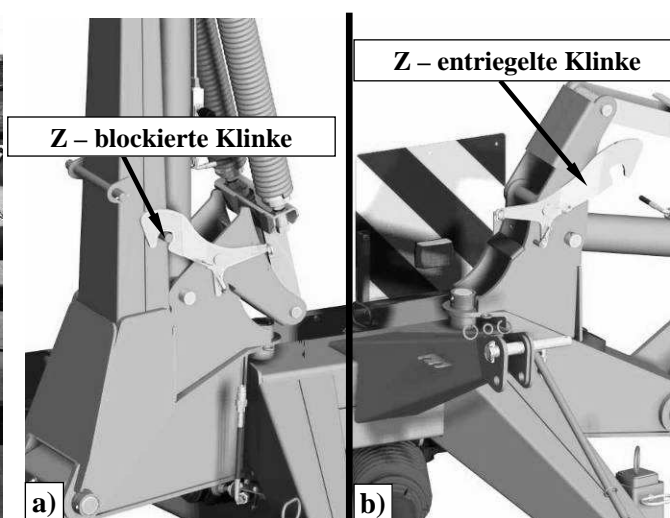

Abb. 15. Klinkenstellungen
- mittels der Hydraulikzylinder den Tragrahmen anheben und Klinken **Z** schließen (**Abb. 15**),